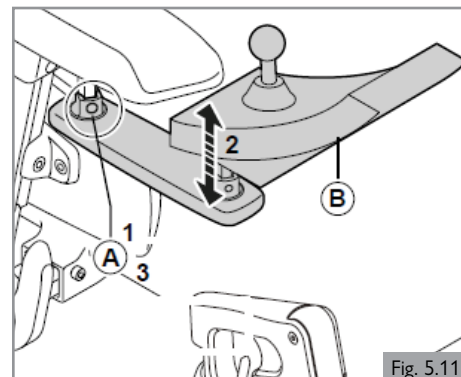
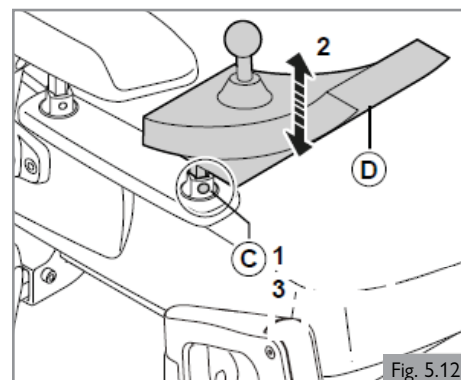

Fig. 5.11
Fig. 5.12
1. Desserrez (A) d'un tour.
2. Réglez (B) à la position souhaitée.
3. Serrez (A). Consultez la section 9 pour connaître les valeurs de couple spécifiées.
Hauteur du système de commande (1) (Fig. 5.11)
Hauteur du système de commande (2) (Fig. 5.12)
1. Desserrez (C) d'un tour.
2. Réglez (D) à la position souhaitée.
3. Serrez (C). Consultez la section 9 pour connaître les valeurs de couple spécifiées.